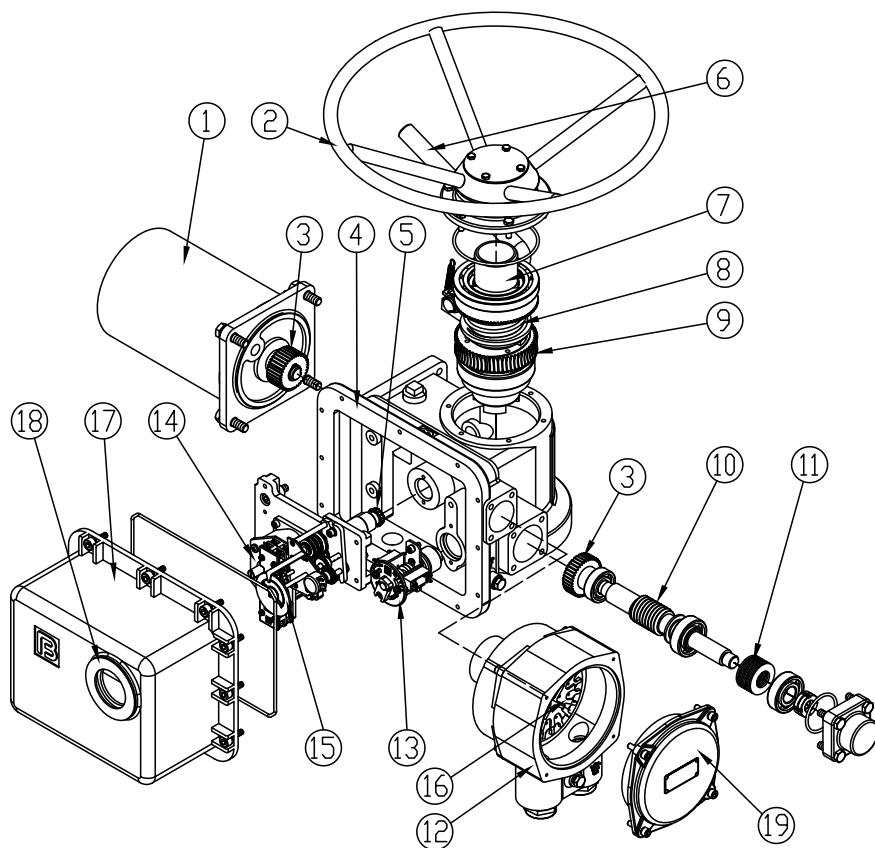

Рис.1 Электроприводы типа ГЗ-ВА, ГЗ-ВБ
2.1 Электроприводы типа ГЗ-ВА, ГЗ-ВБ (рис. 1)
Двухсторонняя муфта ограничения крутящего момента (13) (рис. 1) состоит из червячного вала (10), сбалансированного по осевым перемещениям тарельчатыми пружинами (11) и ограничителя крутящего момента с пластиной С (рис 3).
Вращение от электродвигателя (1) (рис.1) через прямозубую цилиндрическую шестерню (3) передаётся на червячный редуктор (9, 10), который обеспечивает вращательное движение выходного вала (7) и через кулачковую муфту преобразуется в поступательное движение штока затвора арматуры.
Ограничитель хода выходного вала (14) (рис. 1) через переходной вал (5) механически связан с выходным валом (7) электропривода. После надлежащей настройки ограничитель хода выходного вала соответствует определенным положениям затвора. При достижении затвором арматуры этих положений срабатывают соответствующие микровыключатели, отключая электропитание электродвигателя.
Индикатор положения затвора арматуры (15) (рис. 1) механически связан с ограничителем хода выходного вала. После надлежащей настройки указания индикатора соответствуют определенным положениям затвора арматуры независимо от режима работы электропривода – ручного или электрического.